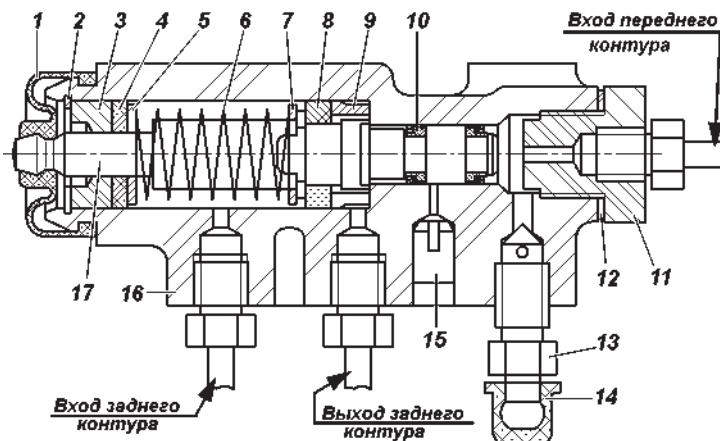

Рис. 9.27. Регулятор давления:
**Регулятор давления.** На автомобилях, не оснащенных антиблокировочной системой тормозов, устанавливается регулятор давления (рис. 9.27), который обеспечивает оптимальное распределение тормозных сил по осям автомобиля и не допускает блокировку задних колес раньше передних. При обслуживании проверяйте работоспособность регулятора давления. Очищайте регулятор от грязи и проверяйте надежность его крепления. Внешним осмотром убедитесь, что регулятор и детали его привода не имеют повреждений, отсутствуют подтекания тормозной жидкости и люфты в соединении стойки с упругим рычагом и кронштейном на заднем мосту.
При нажатии на педаль тормоза поршень 17 (рис. 9.27) регулятора давления должен выдвигнуться из корпуса на 1,7 - 2,3 мм. Отсутствие хода поршня, а также его недостаточный или
3. Заверните болт 3 до соприкосновения его с хвостовиком поршня 17 (рис. 9.27) регулятора.